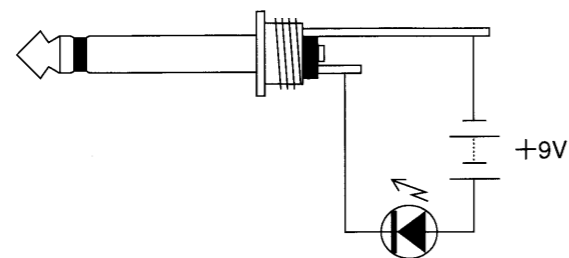

Fig.1 Jig/図1 治具
- SD-2 or Jig (for EXT.CTL.OUT Jack Check) <See Fig.1.>
- SD-2または治具 (EXT.CTL.OUTジャック チェック用) <図1参照>